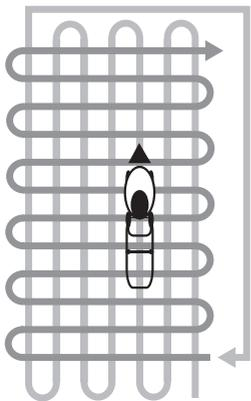

Рис. 11 Схема перпендикулярного скашивания
5. При скашивании в тяжелых условиях (п.3,4) рекомендуется проводить повторный покос с меньшей высотой скашивания. На Рис. 11 представлена